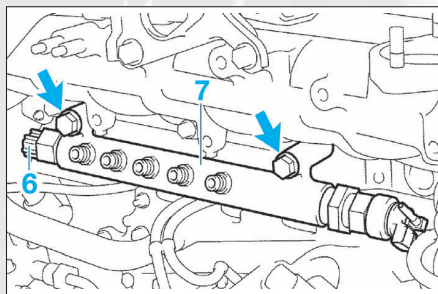

FIG. 57
- Débrancher le connecteur du capteur de pression de combustible (6) (fig. 57).
- Déposer la rampe d'injection (7).